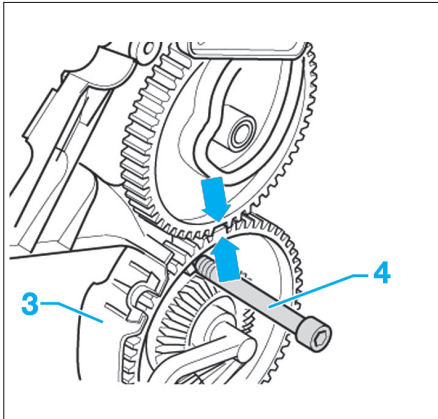

Fig. 13
- Déverrouiller le crantage (2) et faire basculer l'unité de positionnement hors du boîtier répartiteur d'air en procédant dans le sens de la flèche.
- Bloquer les pignons de l'unité de positionnement. À cet effet, tourner les pignons jusqu'à ce que les repères (flèches) (Fig.13) s'encastrent.